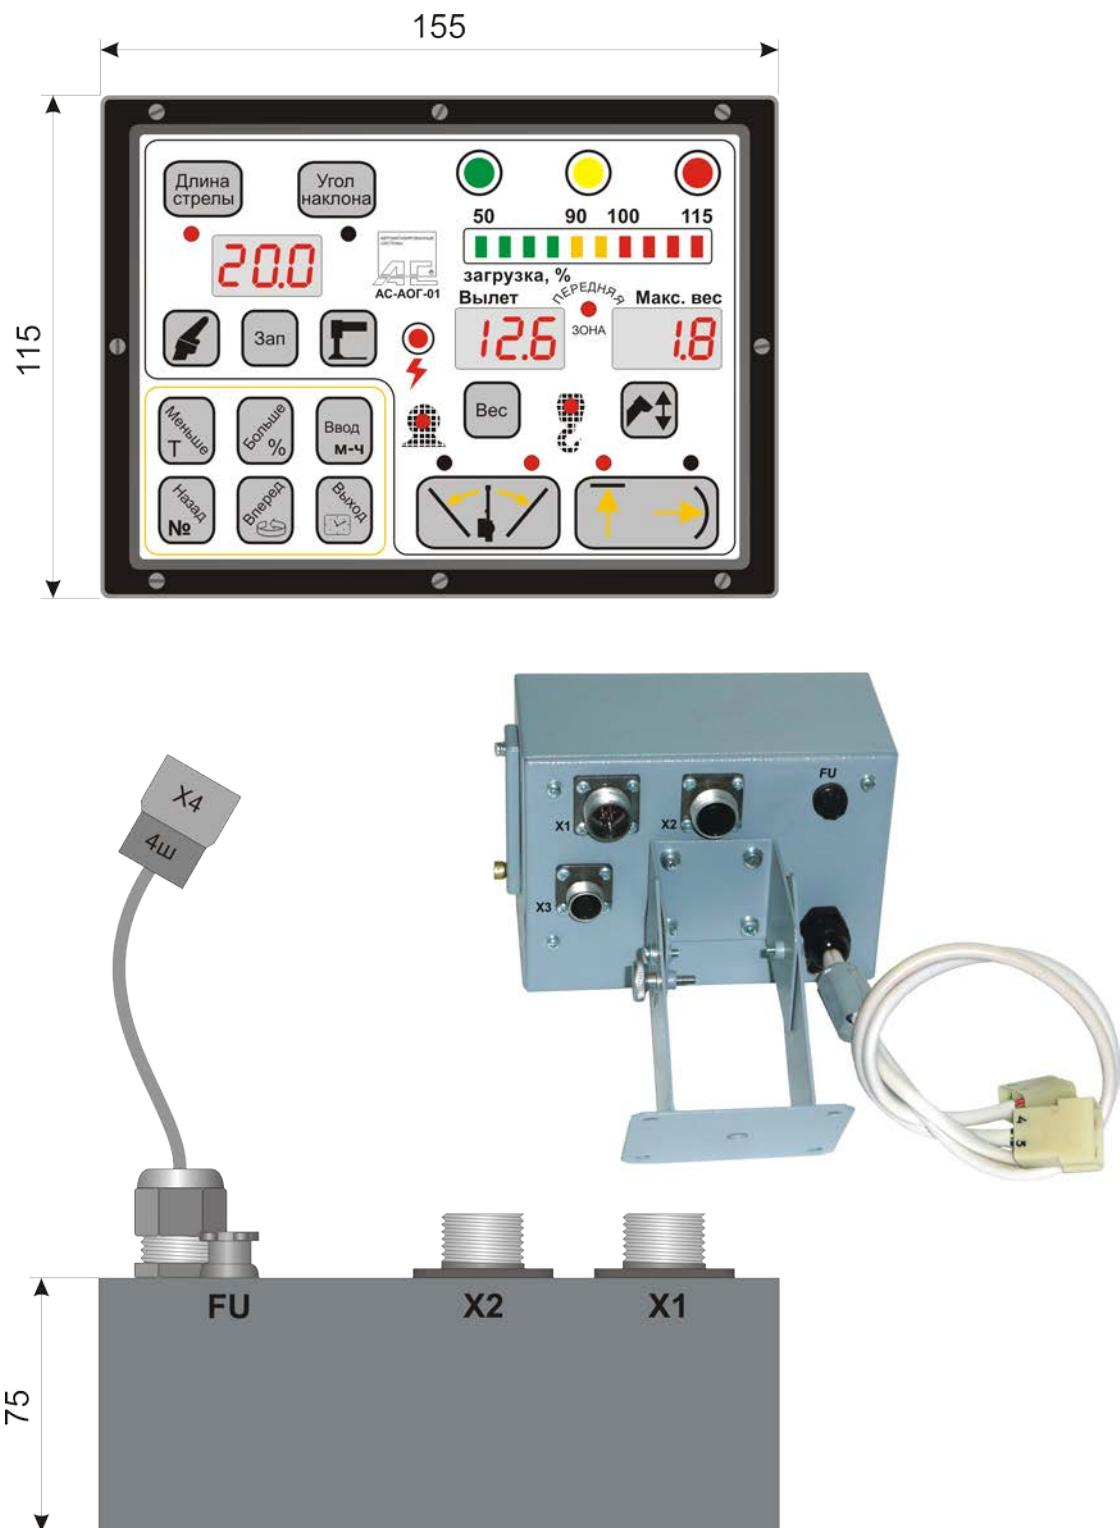
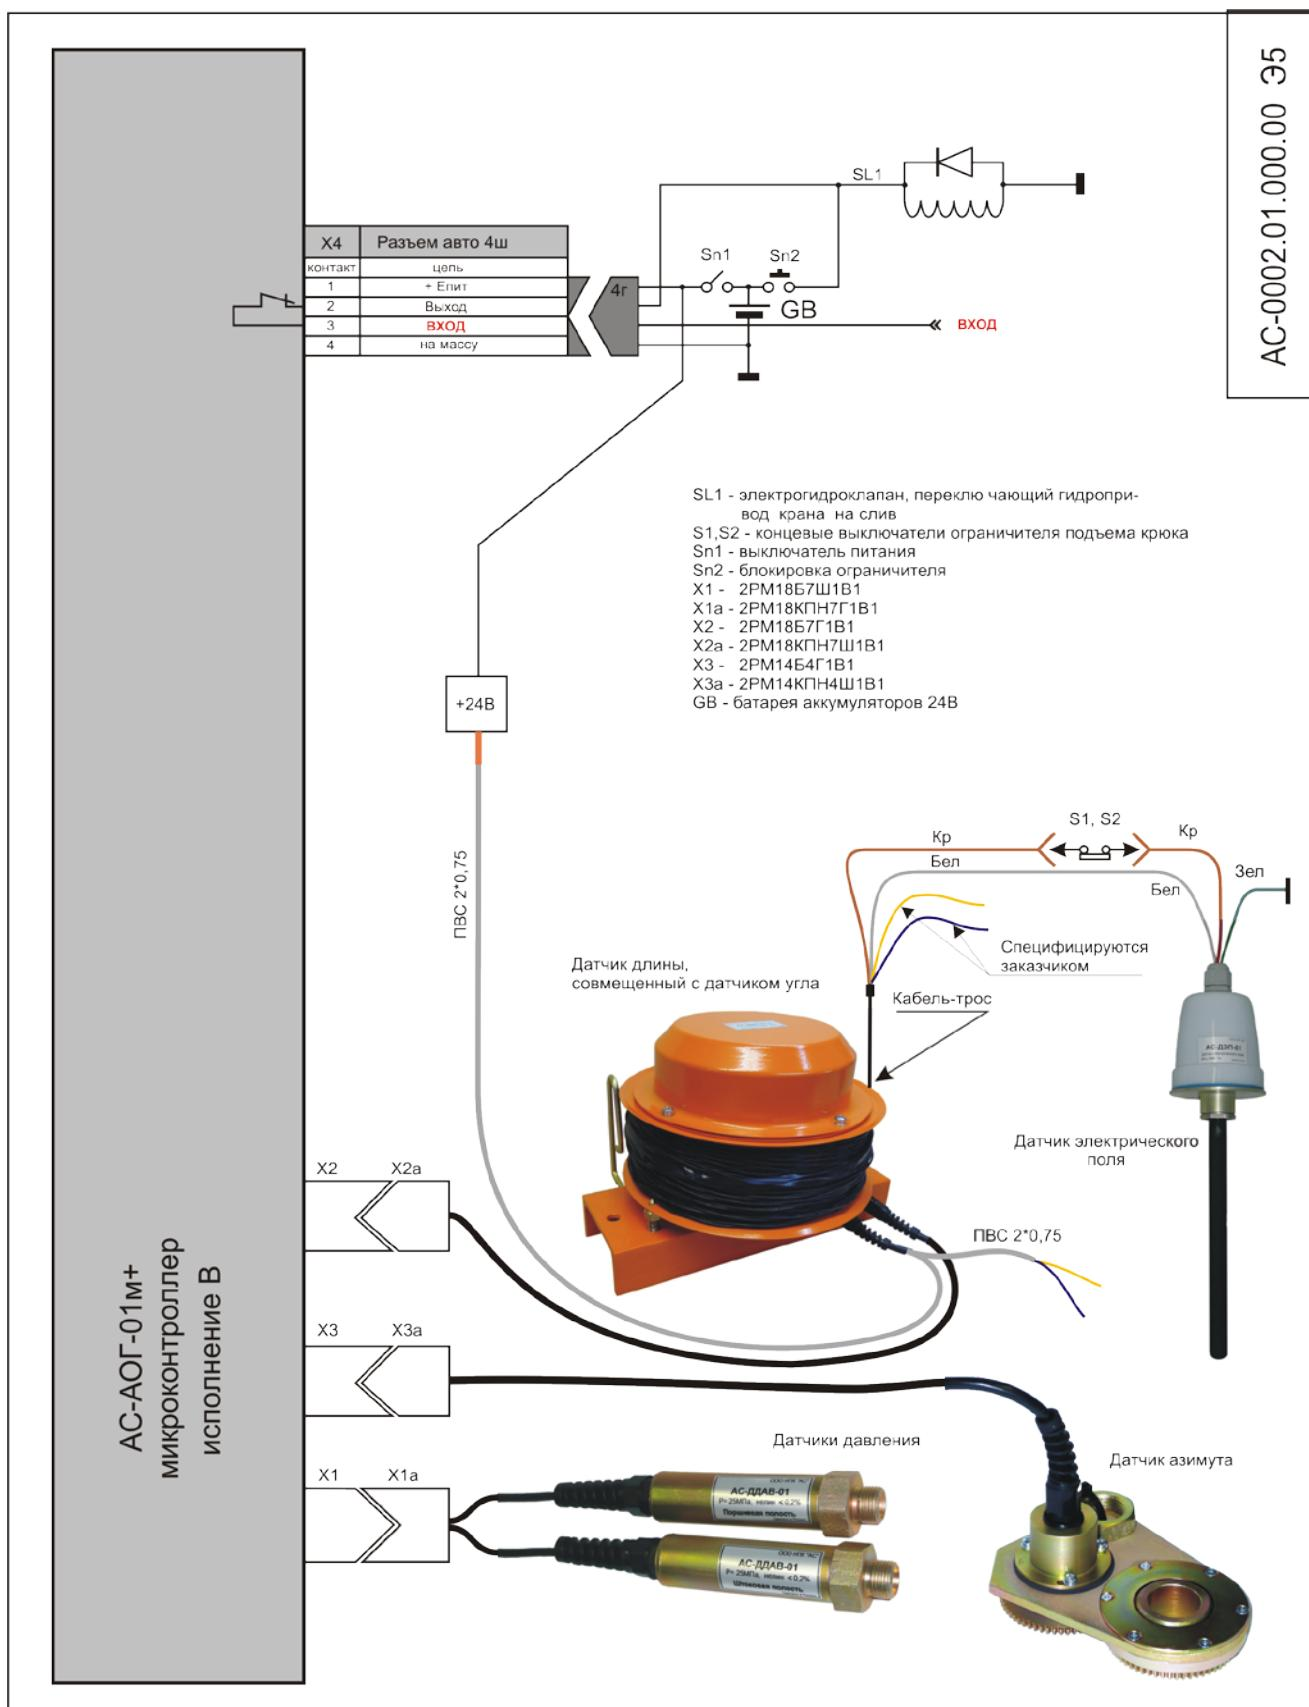

Рис.2
Рис.3
- 1) блок АОГ, включающий "Регистратор параметров" 1 шт, рис.2;
6.1. Описание работы проводится по схеме подключения рис.3.
Подсоединение АОГ к электрооборудованию крана должно быть произведено в соответствии со схемой подключения рис.3, а именно к разъемам X4, (X5-если установлены сенсоры на ручках управления, Приложение 8) расположенным на тыльной стороне блока АОГ (рис.2), на задней стенке.
6.3.3. К блоку питания относятся 2 предохранителя FU1 и FU2, рис.2. Самовосстанавливающийся предохранитель FU1 (1A) размещен внутри блока и предназначен для защиты внутренних электронных цепей блока АОГ, а плавкий предохранитель FU2 (5A), размещен на задней стенке блока АОГ и предназначен для защиты цепей управляющих реле от короткого замыкания. Питание реле осуществляется независимо от внутренних электронных цепей блока АОГ.
6.4. Блок АОГ включает в себя модуль индикации и управления (одна плата), вычислительный модуль, модуль ввода цифровых и аналоговых сигналов, модуль АЦП, модули "Регистратора параметров", блока питания и реле (все на одной плате), рис.2.
В обычной практике применения крана достаточно использовать подключение по схеме Рис.3.
7.4. Подключение составных частей, а также подключение системы АОГ к системе электрооборудования крана производите в соответствии со схемой подключения АС-0002.00.000.00м Э5, рис.3.